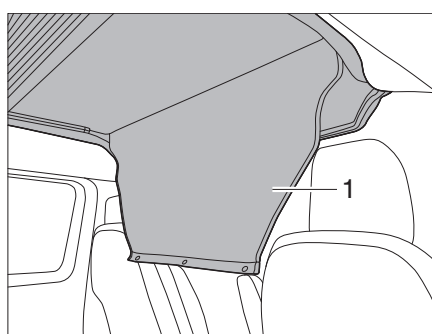

Figure 41 Enrouler la protection de la trappe d'accès
- Ouvrir et enrouler le recouvrement d'accès (Figure 41,1).